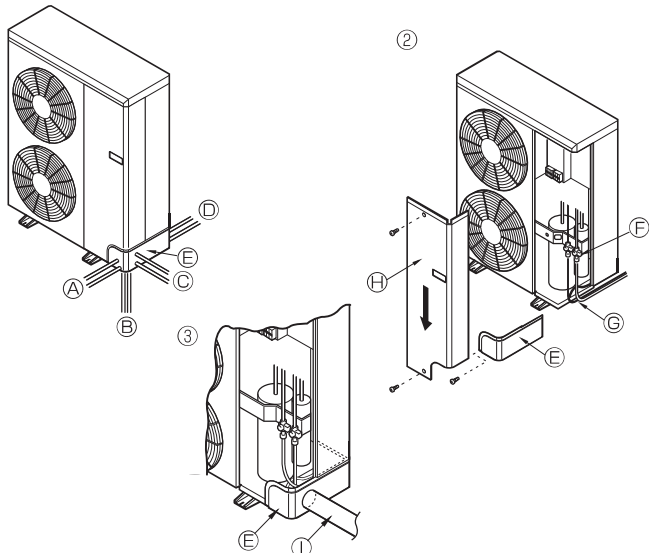

Fig. 4-9
1) เครื่องภายนอกอาคาร (Fig. 4-9)
① ท่อนำเข้า